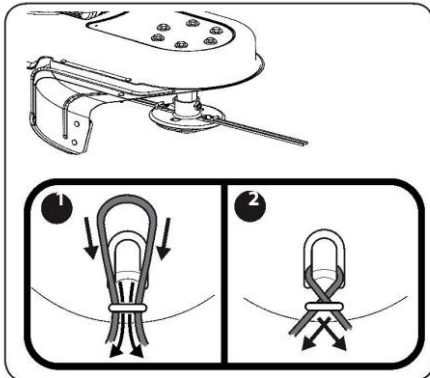

Рисунок 5-3.
4. Скрестите концы струны и потяните, закрепив их в требуемой позиции. См. рисунок 5-3.